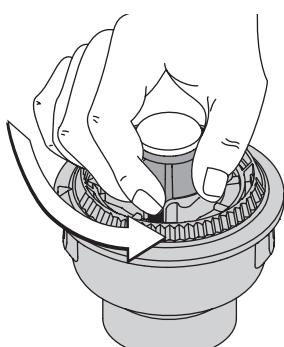

Fig. 23
Si le SpeedSpool^{MD} ne déroule pas le fil correctement, tirez fermement les extrémités du fil loin de la bobine (Fig. 23). Si cela ne suffit pas, suivez les instructions de Nettoyage du SpeedSpool^{MD}.
1. Tenez la bobine extérieure et dévissez le bouton de butée à gauche (Fig. 23).